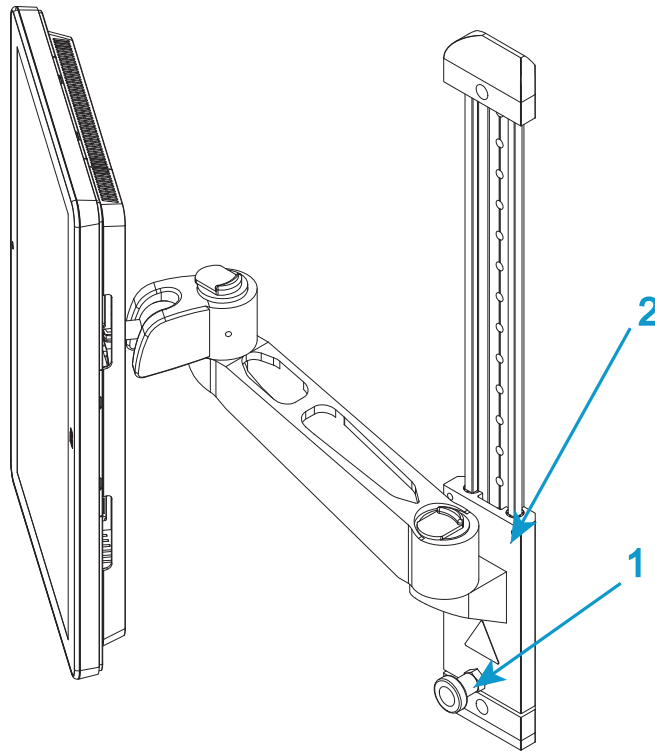

Figura 11. Ajuste de la altura
1. Puede ajustar la altura de la Panel del operador Bluehill® para acomodar a los distintos operadores. Afloje el bloqueo (1 en Figura 11 en la página 48) y deslice el brazo de montaje (2 en Figura 11 en la página 48) a la altura deseada. Vuelva a apretar el bloqueo.